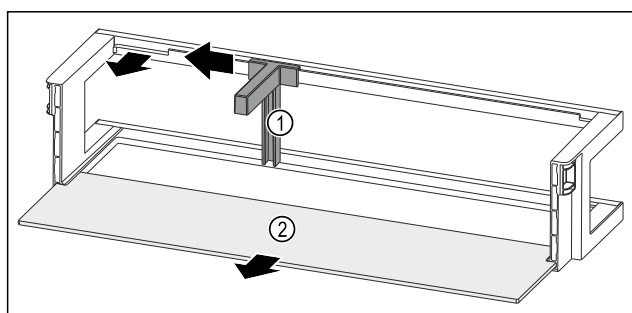

Fig. 147 Balconnet de contre-porte avec range-bouteilles et tablette de rangement
- Pousser le range-bouteilles Fig. 147 (1) sur le côté jusqu'à l'évidement.
- Retirer le range-bouteilles Fig. 147 (1).
- Retirer la tablette de rangement Fig. 147 (2).